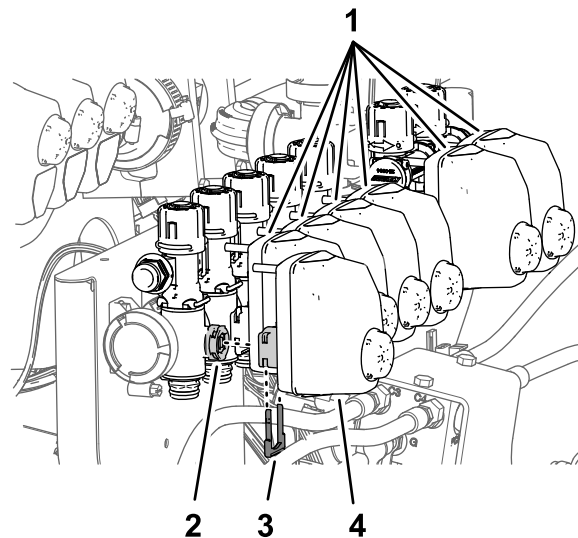

Figura 97
2. Retire os atuadores da válvula das válvulas dos bicos 1 a 7 (Figura 97).
1. Retire os retentores que prendem os atuadores das válvulas das válvulas dos bicos 1 a 7 (Figura 97).
10. Monte os três acionadores de válvula nas válvulas do bico 1 a 7 (Figura 97) com os retentores que retirou no passo 1.